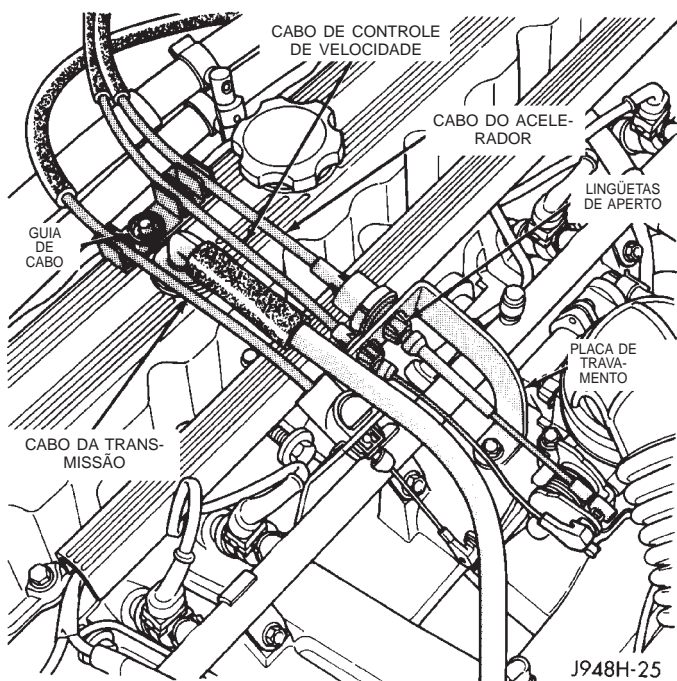

Fig. 40 Guia de Cabo e Lingüetas de Aperto—Típicos
(4) Retire o cabo do guia de cabo na tampa do cabeçote (válvula) do cilindro do motor (Fig. 40).
(6) Retire o cabo do estrangulador do suporte de montagem da carcaça do estrangulador, pressionando as lingüetas de aperto (Fig. 40) e empurrando o cabo através da abertura do suporte.
(7) Retire o cabo do estrangulador do veículo.